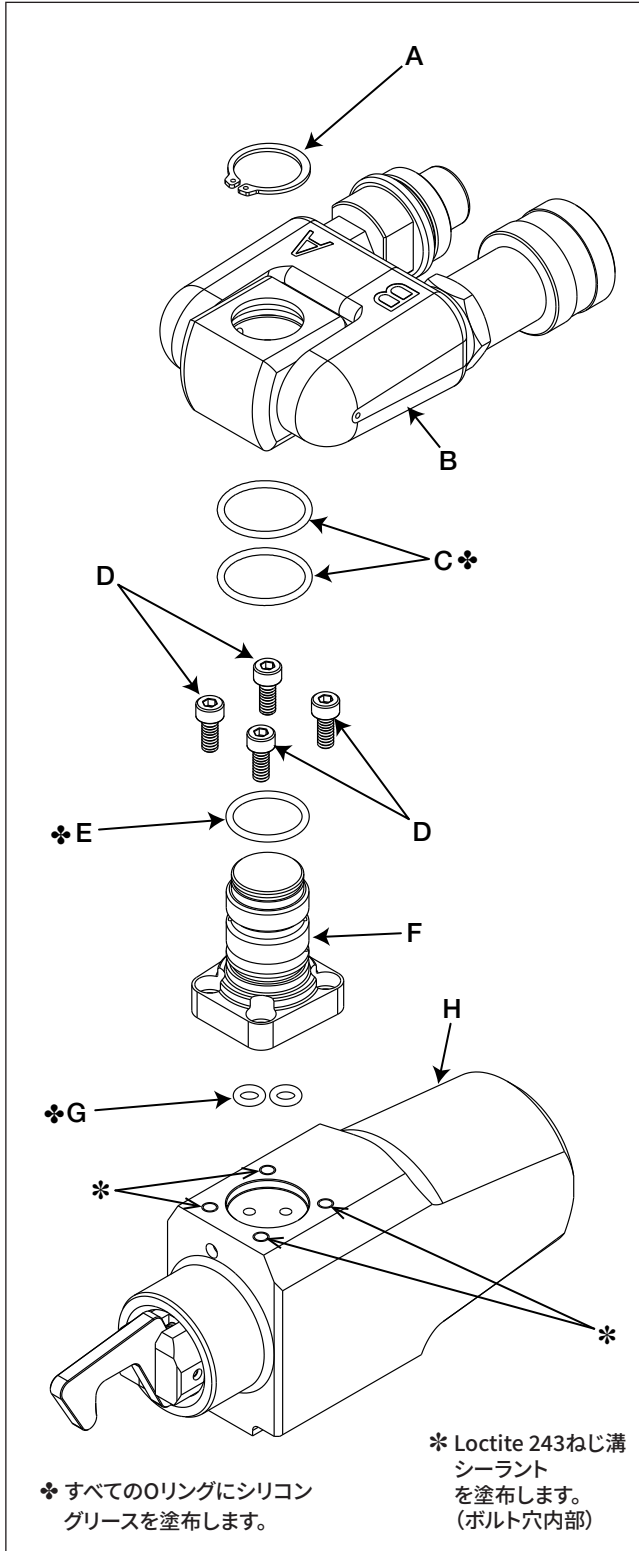
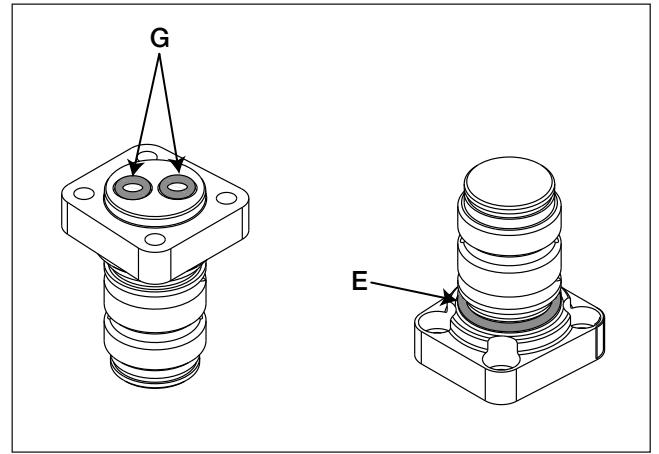
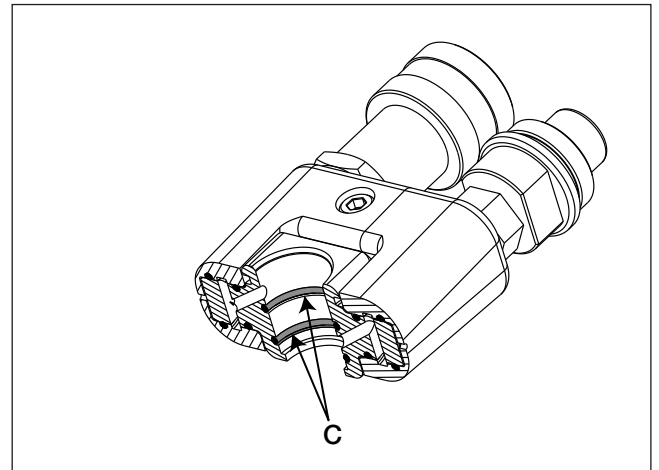
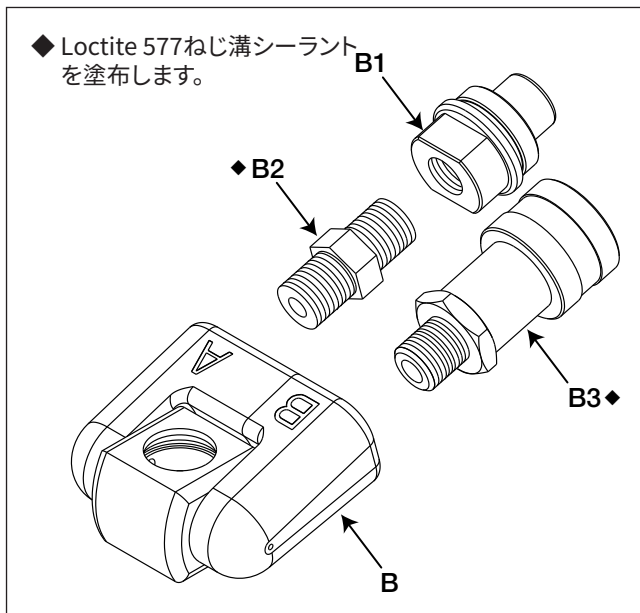

図1 展開図 - TSP300プロシリーズスイベル
図2 Oリングの取り付け、スイベルポスト
図3 Oリングの取り付け、スイベルマニホールドブロック
図4 油圧カップリングの交換
以下の手順では、図1、図2、図3を参照してください。古い部品を廃棄し、図のようにキットに同梱の新品部品と交換します。
- 4. スイベルポストを固定しているソケットヘッドキャップねじ (D) がしっかりと締め付けられていることを確認します。トルク値についてはセクション5.0、手順6を参照してください。
- 5. 古いOリング (E) をスイベルポスト (F) から取り外し、キットに同梱の新品のOリング (E) と交換します。Oリングにシリコングリースを塗布してから、取り付けます。位置については図2を参照してください。
6. キットに同梱の新品のOリング (C) 2枚を、スイベルマニホールブロックの溝に取り付けます。Oリングにシリコングリースを塗布してから、取り付けます。位置については図3を参照してください。
7. 取り付け後、すべてのOリングにシリコングリースを少量、追加で塗布します。新品のTSPスイベルアッセンブリ (B) をスイベルポスト (F) にスライドさせて慎重に入れます。
8. 同梱の新品のサークリップ固定リング (A) をスイベルポスト (A) に取り付けます。
TSP300/TSP300MK (図1~5)
以下の手順では、図1、図2、図3を参照してください。
1. 実施していない場合、以下の手順を行う。サークリップ固定リング (A) をスイベルポスト (F) 最上部から取り外します。ドライバーをペアで使用し、古いスイベルアッセンブリ (B) をスイベルポスト (F) から静かにこじり出します。
2. スイベルポスト (F) を固定しているソケットヘッドキャップねじ (D) 4本を取り外します。スイベルポスト (F) をドライブユニットまたはレンチハウジング (H) から静かにこじり出します。
3. ドライブユニットまたはレンチハウジング (H) の表面をすべてきれいに拭き取ります。次に、少量のLoctite 243ねじ溝シーラントをドライブユニットまたはレンチハウジング (H) のねじ式ボルト穴 (*) 4か所にそれぞれ塗布します。シーラントを油圧ポートに垂らさないように注意します。
4. 新品のOリング (G) 2枚を新品のスイベルポスト (F) のベース部分のポートに取り付けます。Oリングの位置については図2を参照してください。
5. 油圧ポートの位置が合うように注意しながら、新品のスイベルポスト (F) をドライブユニットまたはレンチハウジング (H) に置きます。Oリング (G) が落下したり、挟まったり、切断されたりしないように注意してください。
7. 同梱の新品のスイベルポストOリング (E) を取り付けます。Oリングにシリコングリースを塗布してから、取り付けます。位置については図2を参照してください。
以下に記載の手順で油圧カップリングを交換します。図1と図4を参照してください。
以下に記載の手順でスイベルアッセンブリを組み立てます。図1と図5を参照してください。